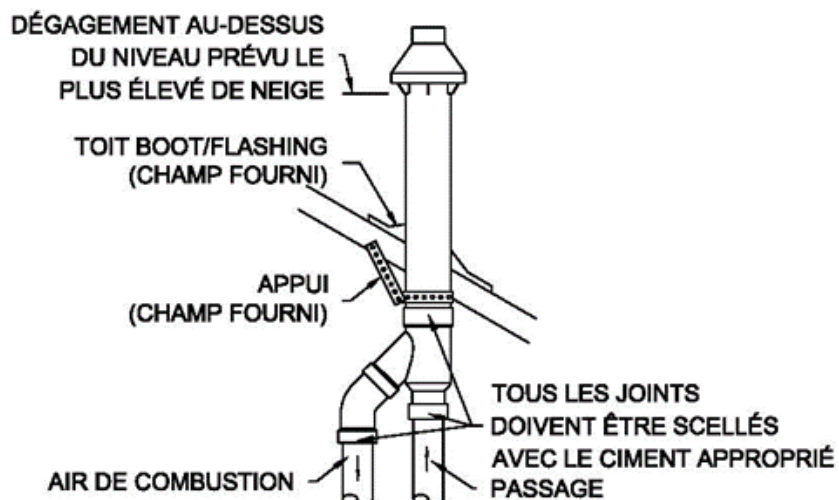

Figure 22 - Fixation sur le toit de l'évènement concentrique
6. Fixez l'assemblage à la structure du toit comme illustré à la figure 22 à l'aide de cerclages métalliques fournis sur place ou d'un matériau de support équivalent.
Assurez-vous que la hauteur de la terminaison est au-dessus de la surface du toit ou du niveau de neige prévu (voir la figure 22).
8. Collez les tuyaux d'air de combustion et d'évacuation du chauffe-eau sur le raccord concentrique en Y (voir Figure 20). Voir la figure 22 pour la bonne fixation des tuyaux.